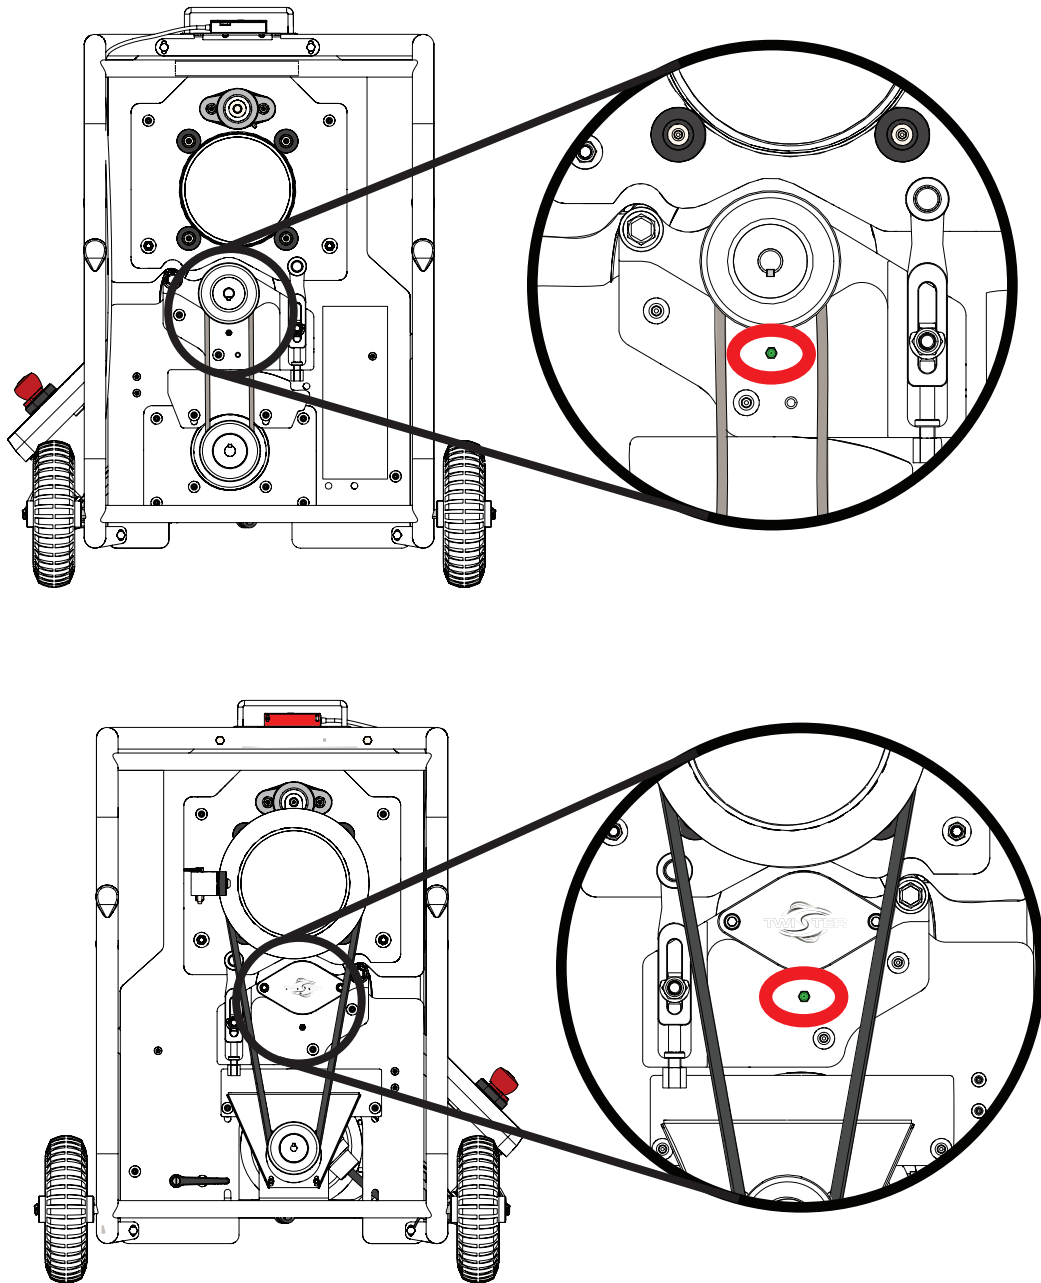

Abb. 44
3. Pumpen Sie Schmierfett in die Schmiernippel (siehe Abb. 44):